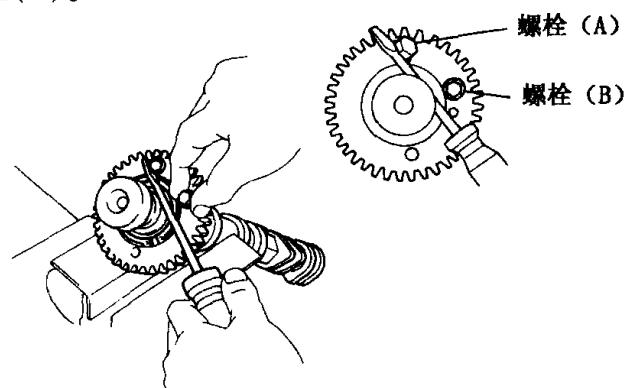

图1-1-5 拆下副齿轮
⑤轮流旋松并拆下第4号轴承盖两个螺栓。注意：当第4号轴承盖的螺栓松开时，凸轮轴应能平直的取出。如果不能，应重新拧紧第4号轴承盖的两个螺栓，最后按从第⑤步到第②步的相反顺序操作，重新设定排气凸轮轴的锁销孔在上止点前 $5^{\circ} \sim 30^{\circ}$ 位置，并再进行一次从第③步到第⑤步的步骤。千万不能用任何工具或物体强行撬起凸轮轴。
⑥拆下第4号轴承盖和排气凸轮轴。
⑦小心地将凸轮轴夹到台钳上，见图1-1-5，将螺栓(A)插入凸轮轴副齿轮的维修孔中，用一螺丝刀顺时针转动副齿轮，并拆下螺栓(B)。